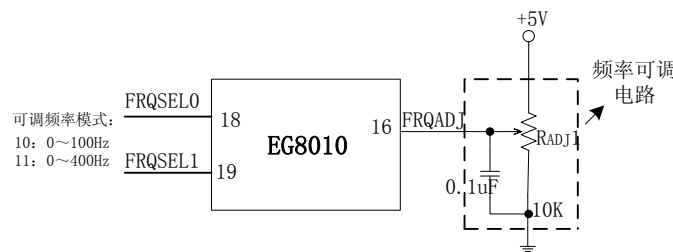

图 8.6a EG8010 频率调节电路
EG8010 频率模式分为固定频率模式和可调频率模式, 可调频率模式下 EG8010 仅采用了单极性调制方式, 即可调频率模式下需将引脚(20)MODSEL 接低电平。频率模式通过引脚 FRQSEL1, FRQSELO 设定, 固定频率模式为 “00” 是输出 50Hz 频率, “01” 是输出 60Hz 频率, 固定频率模式下 FRQADJ 功能无效, 工作在双极性调制模式下引脚 (16) 将作为  $V_{FB2}$  电压反馈电路; 可调频率模式为 “10” 是输出频率范围 0~100Hz 可调, “11” 是输出频率范围 0~400Hz 可调, 可调频率由 FRQADJ 引脚调节电路如图 8.6a, FRQADJ 引脚的输入电压从 0~5V 变化, 对应的基波输出频率从 0~100Hz 或 0~400Hz 变化, 此功能结合 VVVF 引脚可以应用在单相变频器系统。